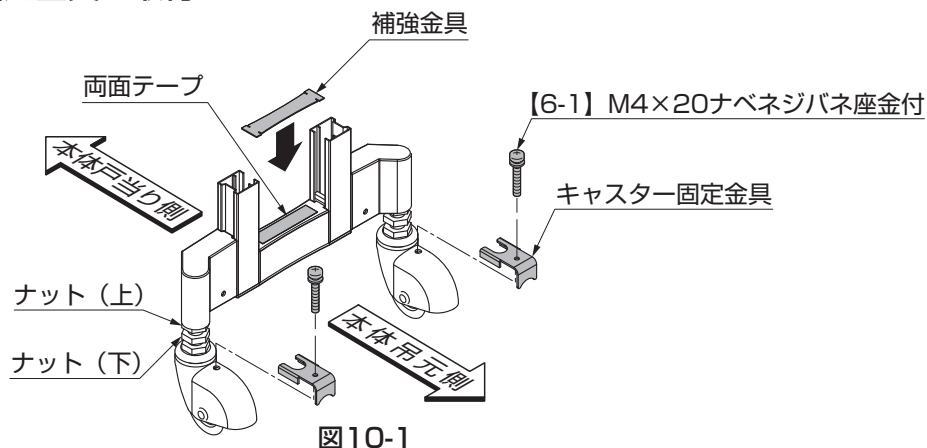

図10-1
- ①キャスターについている「ナット(下)」を上にあげてください。(図10-1参照)
- ③【6-1】をキャスター固定金具にネジ止めし、キャスターの孔にネジが貫通するように組付けてください。(図10-1参照)
- ⑤キャスター固定金具に同梱されている両面テープを縦枠下キャップの上面に貼り付けてください。(図10-1参照)
- ⑥補強金具を縦枠下キャップに貼り付けてください。(図10-1参照)